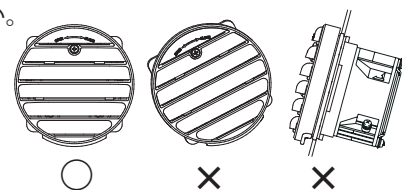

図1 取付姿勢
- ・取付姿勢は排水が確実に行われるようにしてください。(図 1)